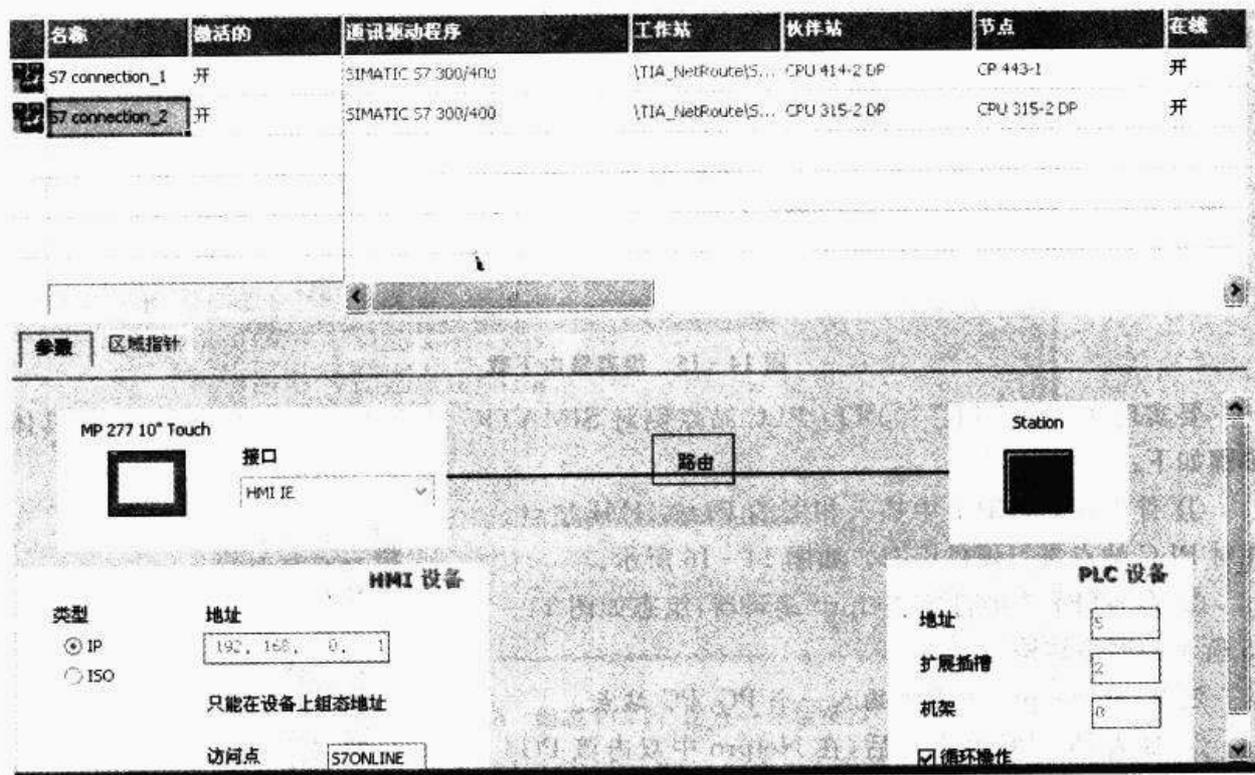

图 14-14 组态路由连接
⑥ 可以在 WinCC flexible 中看到,已经建立了两个连接,连接对象分别为 CPU 414-2DP 和 CPU 315-2DP。其中,选中面向 CPU 315-2DP 的连接,可看到在该连接的参数区域中,该连接属性为“路由”。如图 14-14 所示。